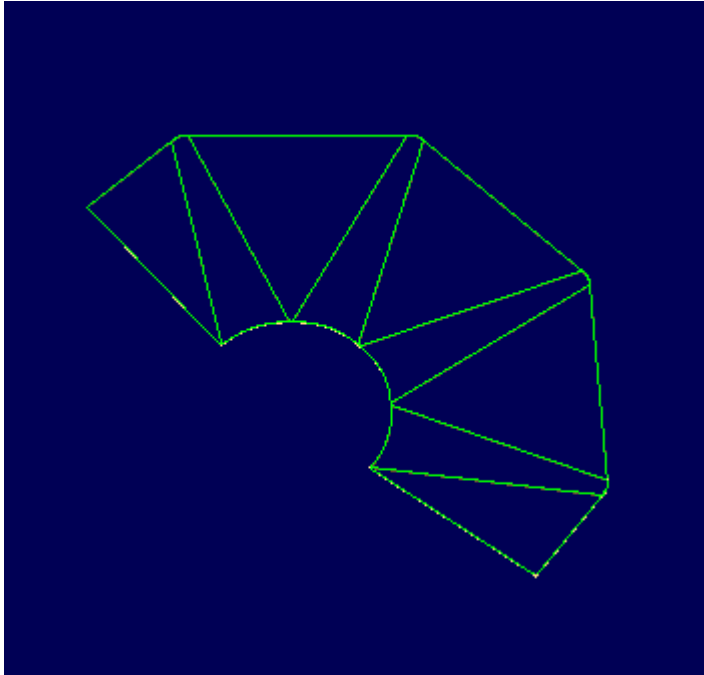

Abbildung 5
5. Wickeln Sie das Modell mit **Konstr Element > Erzeugen > Blech > Abwickeln > Normal (Feature > Create > Sheet Metal > Unbend > Regular)** ab. Wählen Sie eine beliebige Ebene oder Kante als feste Geometrie. Wählen Sie **Alle Abwickeln (Unbend All)** im Menü AUSW ABWICKELN (UNBENDSEL). Abbildung 5 zeigt die fertige Abwicklung des Modells.